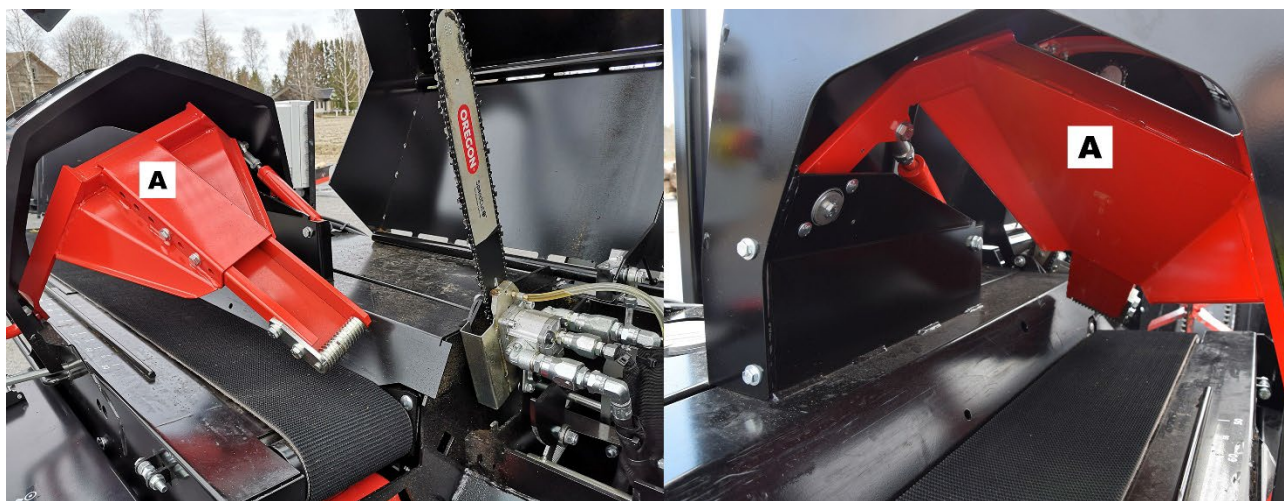

Figure 22
- ❑ La pince à bûches hydraulique A, Fig. 22, est un dispositif facile à utiliser qui empêche la bûche de bouger pendant la coupe.